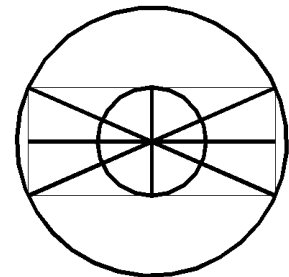

Рис. 28
- 4) **Окружность**, вписанную в прямоугольник (рис. 28).